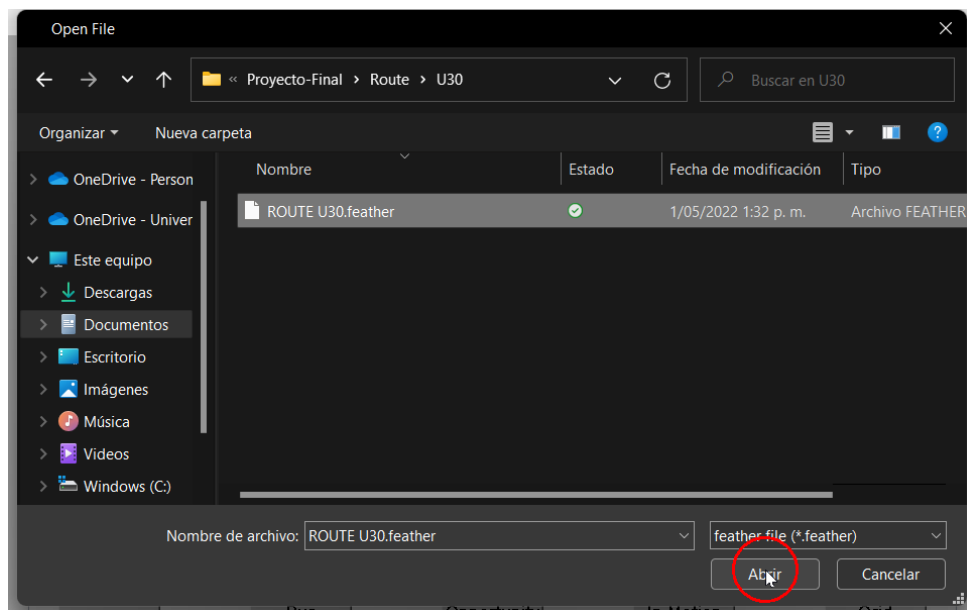

Figura 14: Selección de archivo.
2. En segundo lugar, se debe seleccionar el archivo y presionar **Abrir** como se muestra en la figura 14.